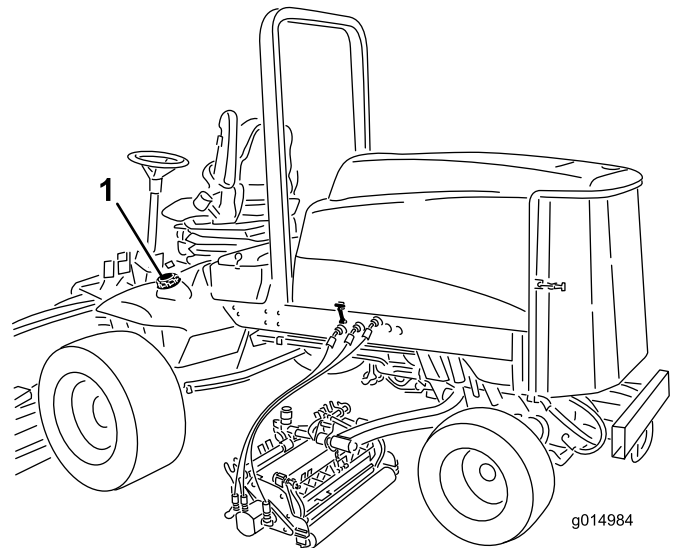

Figura 37
1. Retire a tampa do depósito de combustível (Figura 37).